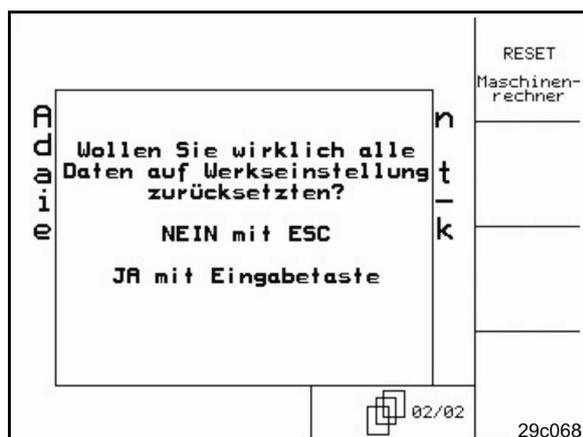

Fig. 40
**Página 2**  **del menú Instalación (Setup)(Fig. 40):**